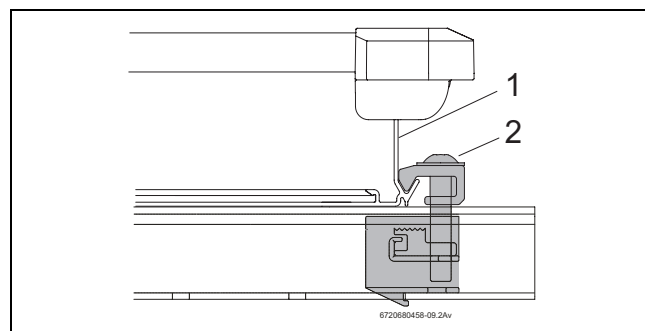

Fig. 61 Tendeur simple vissé
- Positionner le capteur (→ fig. 61, [1]) avec précaution dans le tendeur simple et le positionner horizontalement.
- Visser le tendeur simple avec la clé SW5. Le serre-flanc (→ fig. 61, [2]) du tendeur s'insère maintenant dans le bord inférieur du capteur.